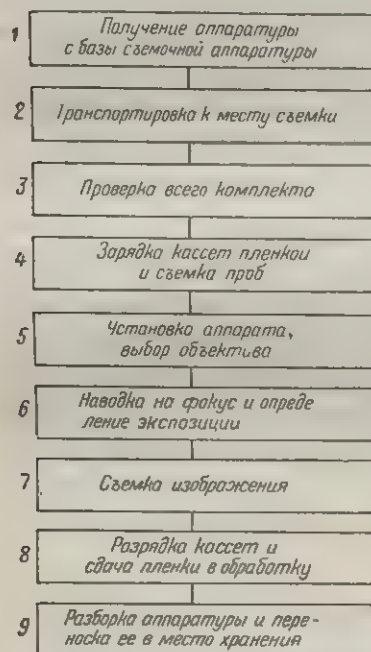

Рис. 76. Схема технологического процесса съемки изображения
*Съемка изображения (немая съемка).* На рис. 76 представлена схема технологического процесса съемки изображения. Переходим к ее рассмотрению.